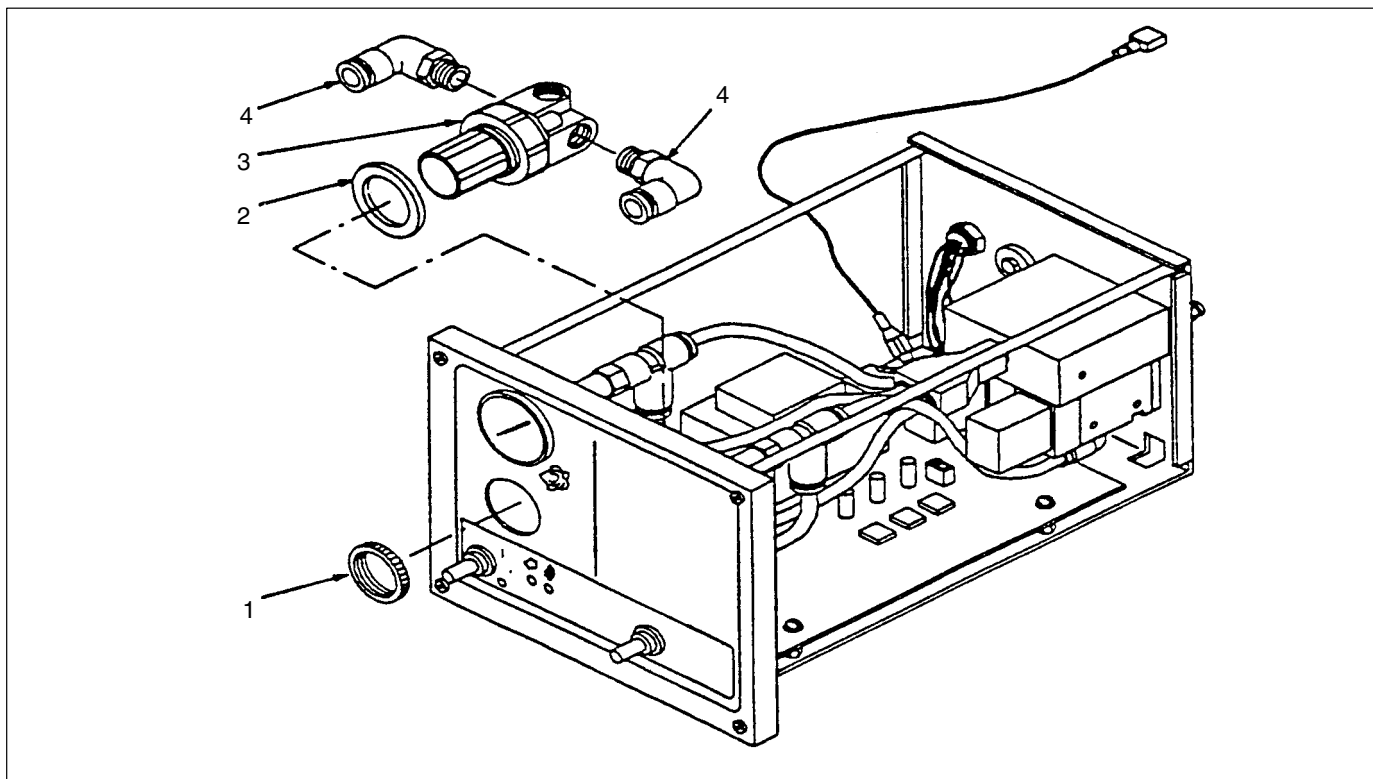

Fig. 6-4 Utskifting av luftregulatorene
2. Se fig. 6-4. Løsne luftslangene fra albuørene på regulatorene.
3. Skru de riflede låsemutterne (1) av fra regulatorene.
4. Fjern regulatorene (3) og pakningene (2) fra frontpanelet. Oppbevar pakningene for senere bruk, hvis de er i orden.